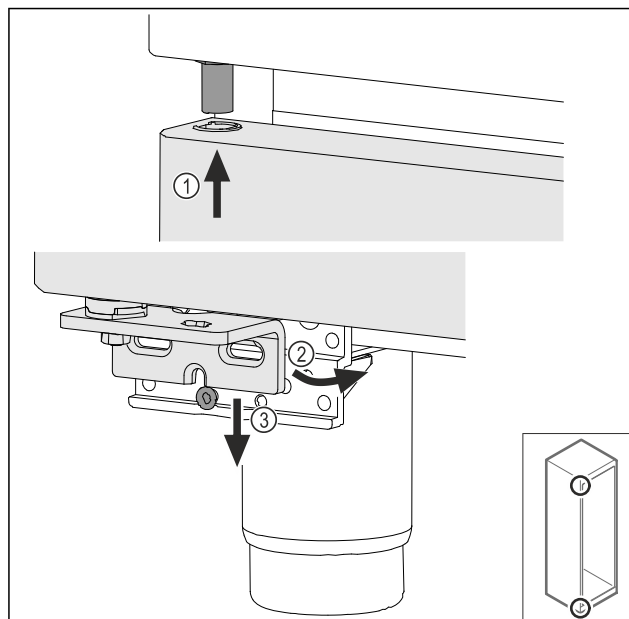

Fig. 42
- Luta dörren något och lirka in den upptill Fig. 42 (1), rätta upp dörren Fig. 42 (2) och sätt den på lagerbockskraven Fig. 42 (3) nedtill.